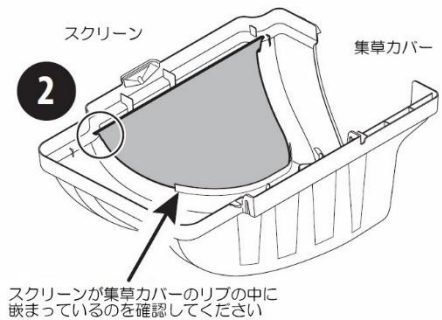

図 10
2. もう一方の側も、スクリーンを集草カバーの切り込み(2)に押し込んで固定します。図 10 を参照してください。